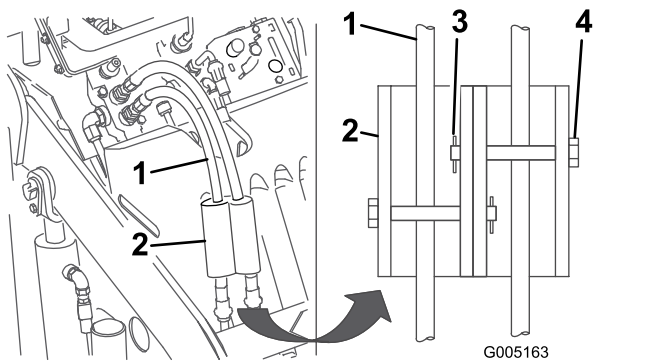

Figura 21
7. Abbassate i blocchi del cilindro sui flessibili idraulici e fissateli con il cavalletto con perno e la coppiglia (Figura 21).